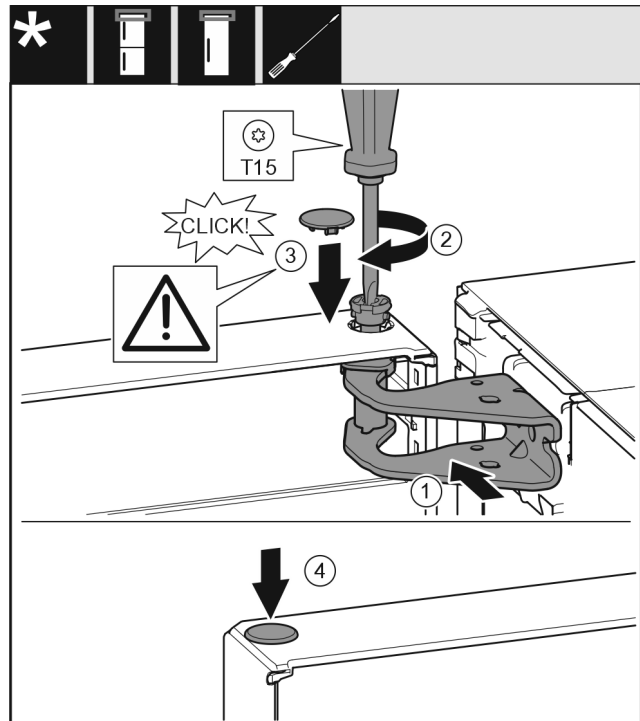

Fig. 13
- ▶ Rett ut døren øverst mot åpningen i lagerbukken. Fig. 13 (1)
- ▶ Sett inn bolten, og skru den fast med skrutrekker T15. Fig. 13 (2)
- ▶ Montere sikringsdekselet for å sikre døren: Sett inn sikringsdekselet, og kontroller at det ligger på døren. Ellers settes bolten helt inn. Fig. 13 (3)
- ▶ Sett inn proppen. Fig. 13 (4)